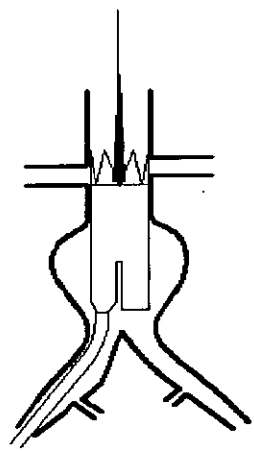

Fig. 7 Tirar del liberador proximal
- 5.13 Tirar el liberador proximal para liberar el resorte proximal de la prótesis artificial (Fig. 7)